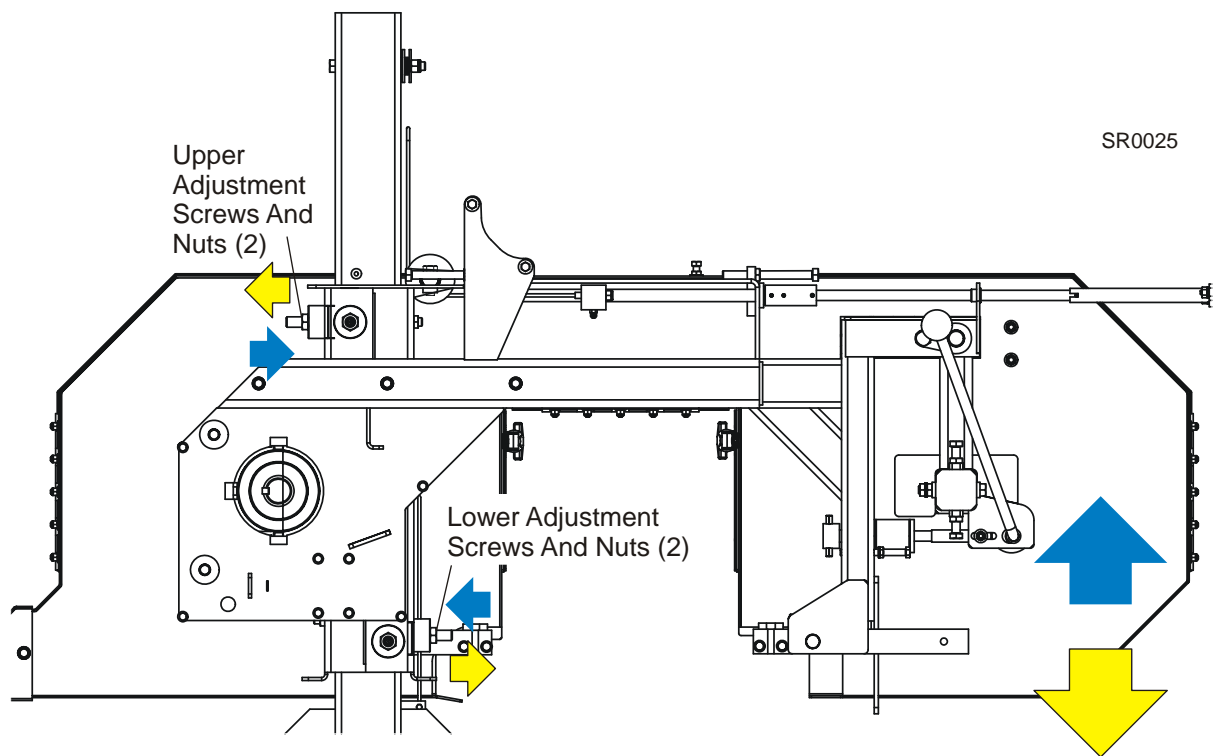

FIG. 5-7
**Voir Figure 5-7.** Pour ajuster l'inclinaison de la tête de scie, utiliser les vis d'ajustement horizontales supérieure et inférieure. Pour soulever ou abaisser l'extérieur de la tête de scie, desserrer les deux écrous d'ajustement supérieur et inférieur. Utiliser les vis pour ajuster l'inclinaison de la tête de scie tel qu'illustré. Re vérifier les mesures à partir de la lame jusqu'à la glissière d'entraînement et régler les vis d'ajustement horizontales et inférieures jusqu'à ce que l'extérieur de la tête de scie soit parallèle à la glissière d'entraînement. Une fois avoir terminé, Serrer les écrous d'ajustement supérieur et inférieur.